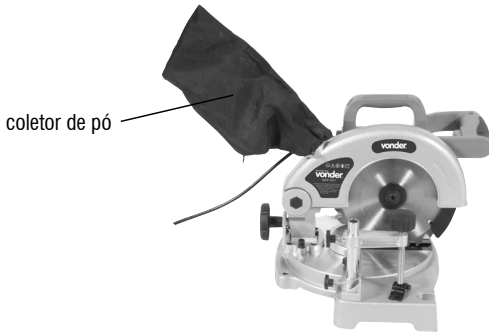

Fig. 7 – Coletor de pó
- Abra o bocal do coletor de pó (1) (fig. 7).